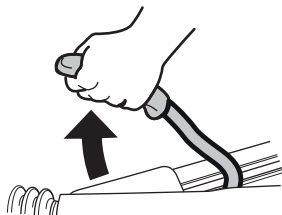

Fig. 8
- ▶ Træk parkeringsbremsen og / eller sørg for at sikre dækkene med kiler (Fig. 8).